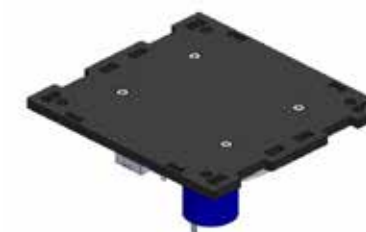

Рисунок 57. Крепление блока маховика
4) Закрепить блок маховика на верхней крышке (обозначена УДМ↑) с помощью винтов М3х8 с потайной головкой. Кабель платы УДМ подключить к блоку маховиков (рисунок 57):